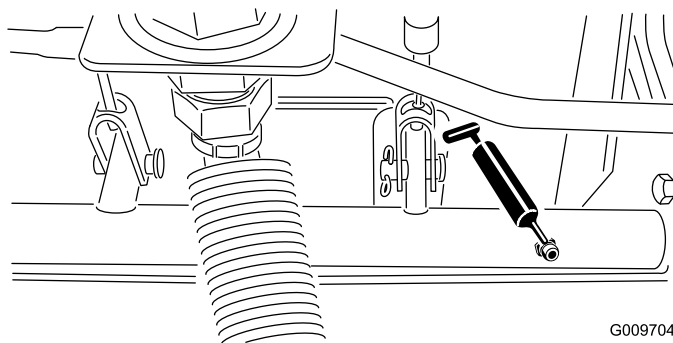

Figura 19
- Cuscinetti orientabili (5) dell'albero del freno (Figura 19)